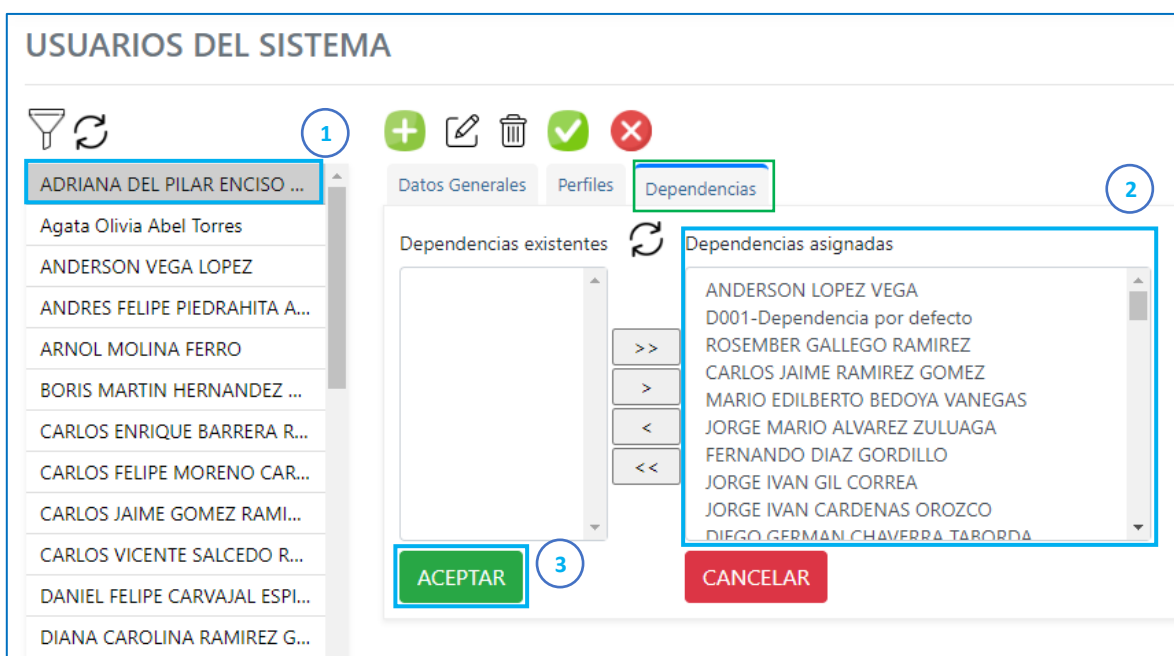

Imagen 14. Ventana módulo de usuario-Dependencias
a. **Asignar todos los perfiles del sistema** (Véase Imagen 14).